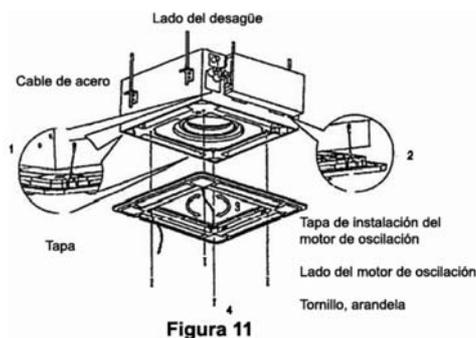

Figura 11
- b. Cuelgue los cuatro cables fijos del cuerpo principal a la tapa de instalación y a las otras tres tapas del motor de oscilación (figura 11)
- Monte el panel en el cuerpo principal con un tornillo (M5X16) y una arandela. (figura 11)
- Ajuste ligeramente el panel en la dirección de la flecha de la figura 11 (3) para ajustar su centro al centro de la abertura del techo. Asegúrese de que los ganchos de las cuatro esquinas están bien sujetos.